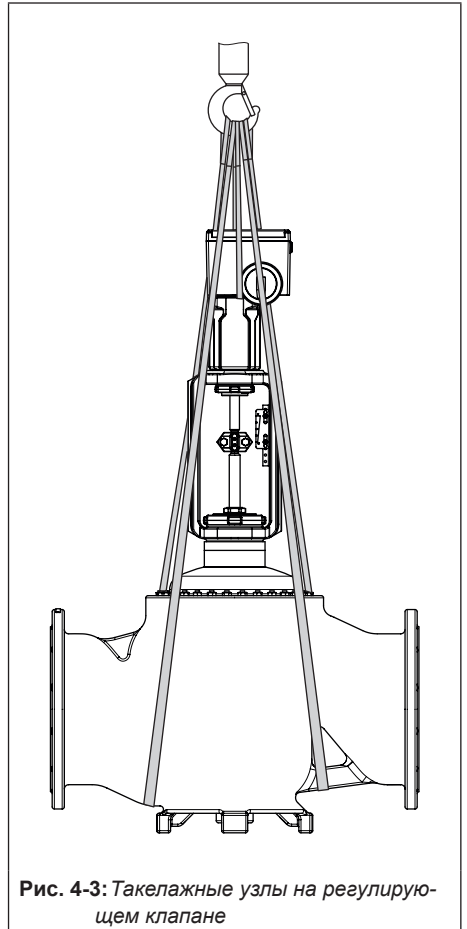

Рис. 4-3: Такелажные узлы на регулирующем клапане
- Используйте крюк с предохранительной защёлкой (см. Рис. 4-3) для фиксации
1. Прикрепите по одной стропе к каждому фланцу корпуса и к такелажному оборудованию (например, крюку) крана или вилочного погрузчика (см. Рис. 4-3).